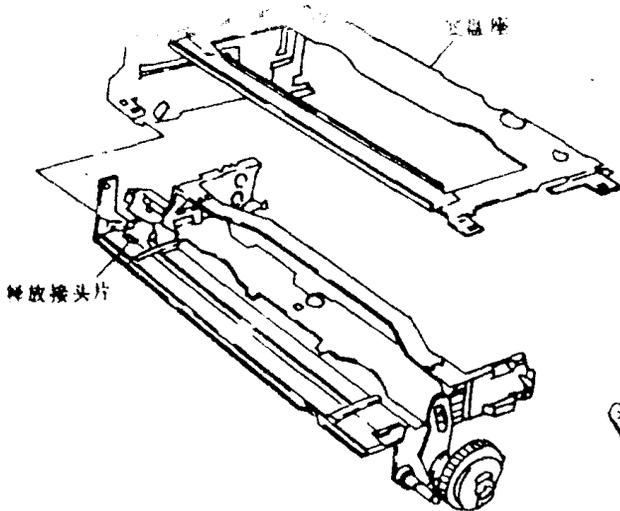

图 1-13
步骤:①释放 1 个固定前板座的接头片,如图 1-13 所示。
②顺势轻轻取出底座座。